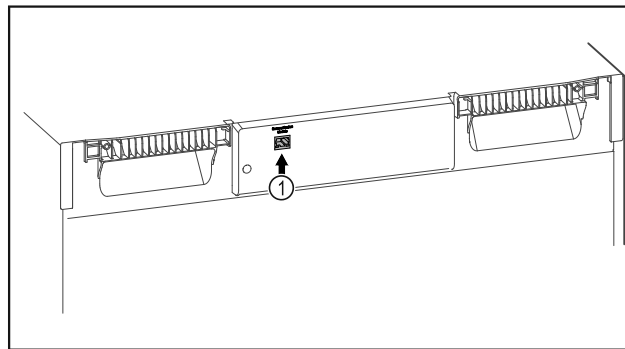

Fig. 127
- SmartModule Fig. 127 (1) se rabi.